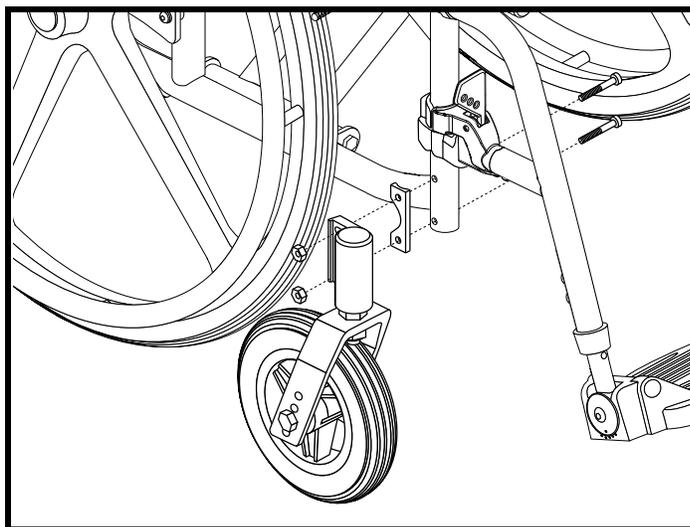

Figure 41. Enlèvement d'une roue avant boulonnée
1. Retirez l'écrou qui attache la roue avant à votre fauteuil roulant. **Voir la figure 41.**